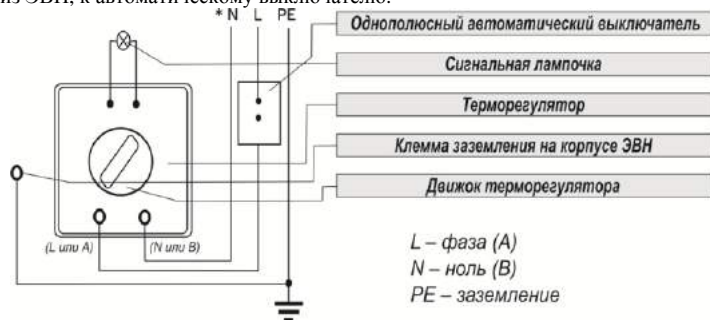
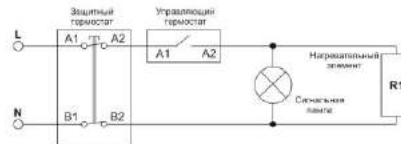

Рис. 7. Схема электрическая для моделей E-Series, O'Pro, EGO, O'Pro +
Рис. 11. Схема электрическая для моделей Steatite (S3C), D400-2-BC.
В цепь электропитания необходимо установить автоматический выключатель с током отсечки, равным 10А для ЭВН мощностью до 1,6 кВт и 16А для ЭВН мощностью от 1,6 кВт до 2,5 кВт. Подключение моделей E-Series, O'Pro, EGO, Round, O'Pro + (рис. 7, 8) и моделей D400-2-BC (рис. 11):
Подключение моделей O'Pro (PC) (рис. 7, 8) и Steatite (рис. 7, 9, 10, 11);